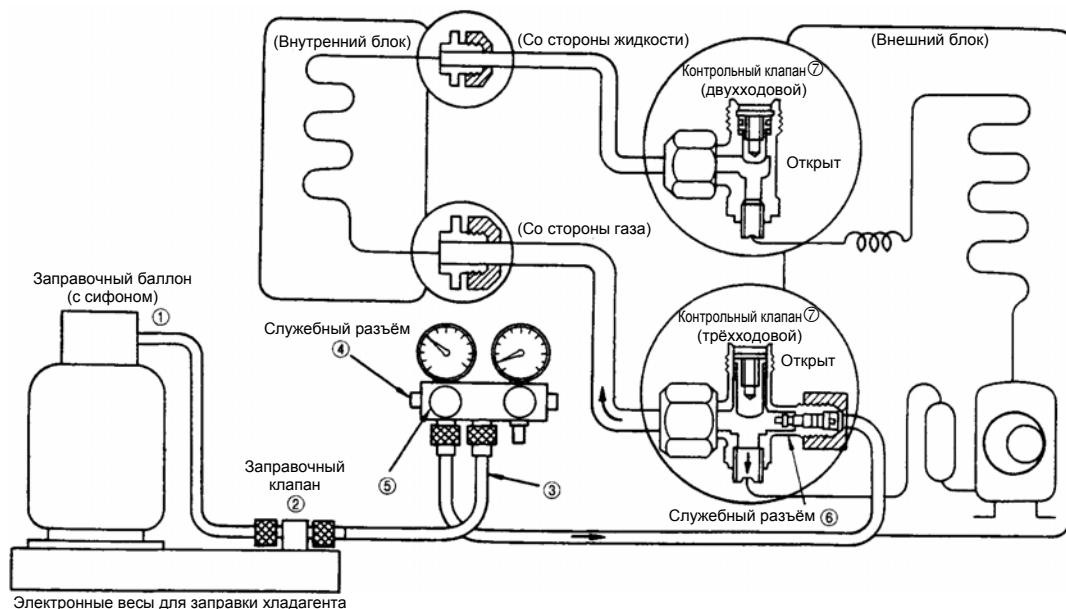

Рис. 7: расположение компонентов во время дозаправки хладагента
(2) Дозаправка хладагента на длину, превышающую стандартную (После шага д) в пункте (1) следует предпринять описанные ниже шаги. См. рис. 7.).